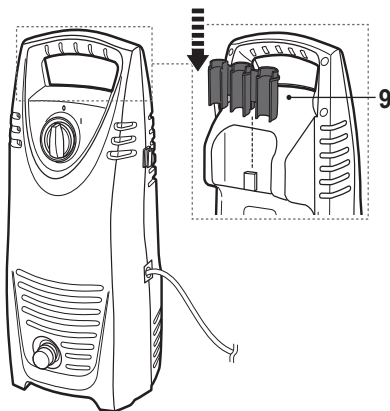

Fig. 2
> Fije el portaccesorios (9) a la máquina (Fig. 2).